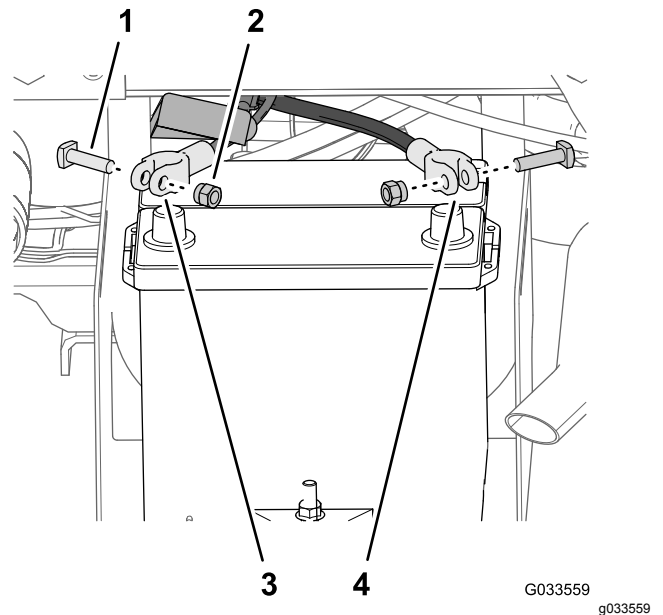

Figure 27
1. Retirez les écrous et les boulons en T sur les colliers des câbles positif et négatif de la batterie (Figure 27).